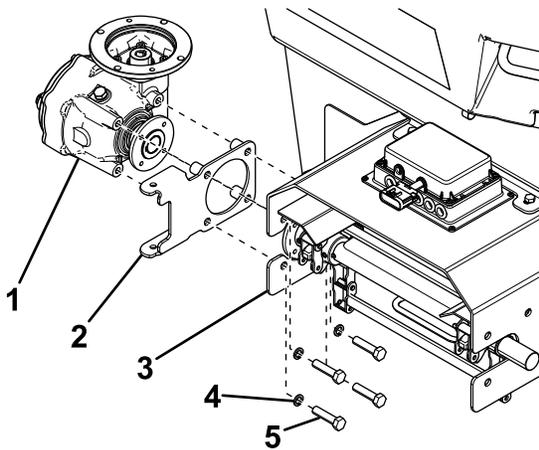

Figure 22
8. Fixez le nouveau support de cheville de verrouillage et le boîtier sur le côté gauche du couvercle de la chaîne articulée à l'aide de 4 boulons (½ x 2 po) et rondelles frein fendues (½ po), comme montré à la Figure 22.